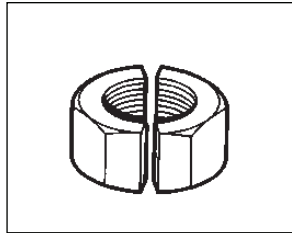

图 10，切割两次
- 必要时可以按与第一次成 180° 角再切割一次，将螺母完全切割成两半。见图 10 重要事项：请勿将螺母切割成小碎片。最多切割两次，第二次切割务必与第一次切割成 180° 角（反向）。否则，可能会飞出螺母的金属碎片。